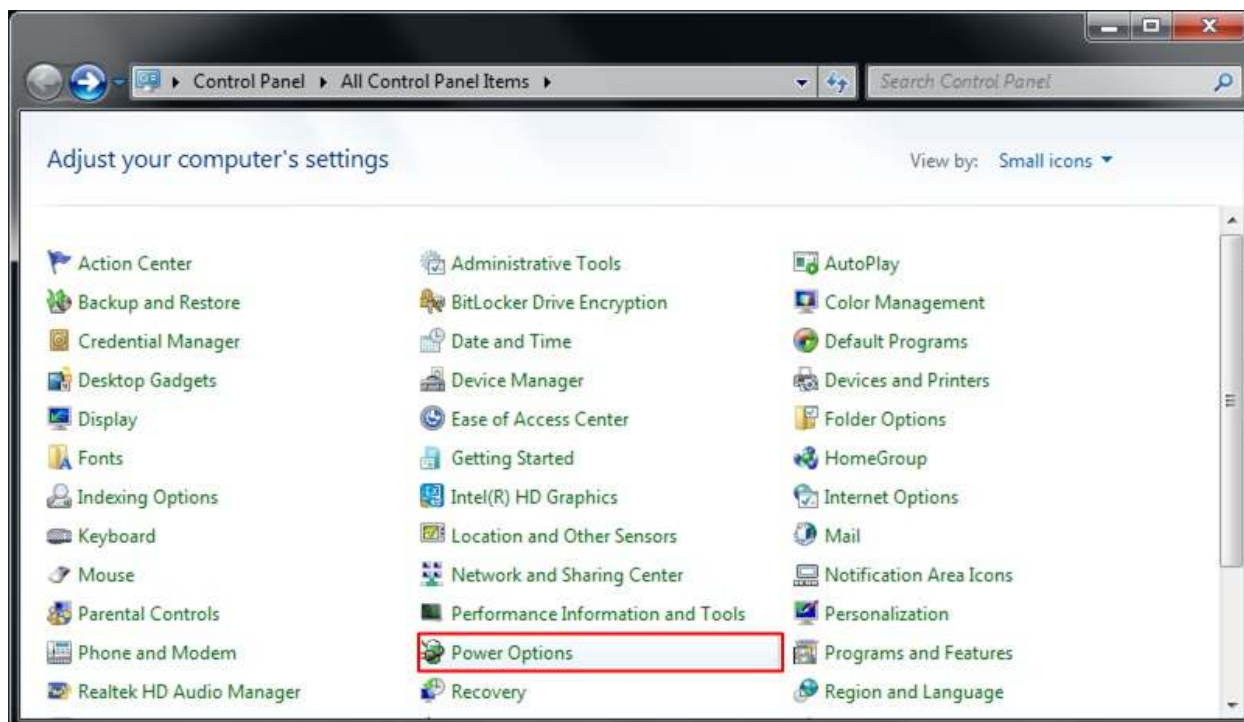

図 2-5: 電源オプション
- 図 2-5 のようにコントロール・パネル内の電源オプションを選択します。